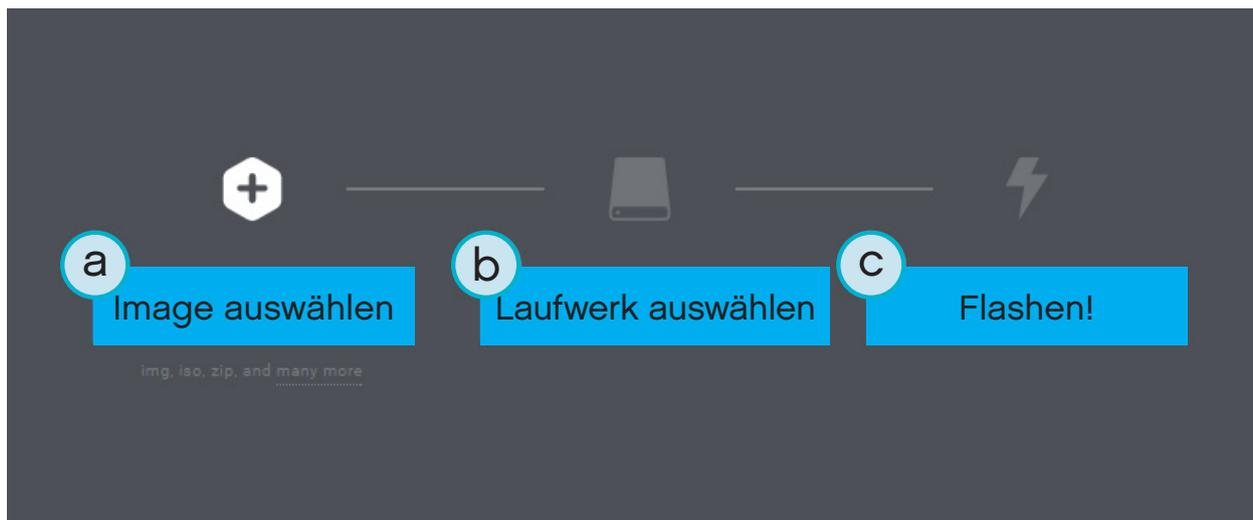

Abbildung 1.3: Flashen eines EV3 MicroPython Image auf einer microSD-Karte mithilfe von Etcher
4. Das Flashing-Tool starten und den Anweisungen auf dem Bildschirm folgen, um die gerade heruntergeladene Datei zu installieren. Wenn du Etcher verwendest, findest du im Folgenden eine Installationsanleitung (siehe auch Abbildung 1.3).